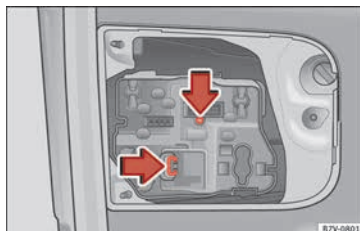

Fig. 113 En el portón trasero: retirar el portalámparas.
4. Presione las lengüetas de bloqueo en el sentido de la flecha » **fig. 113** y extraiga el portalámparas.